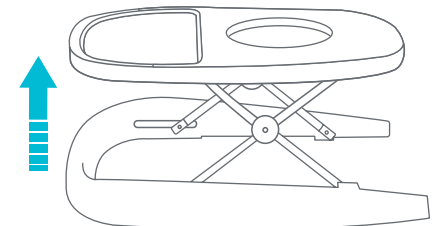

Fig. 1a
- 1 • Para abrir el andador, y levante la bandeja y ubique la palanca debajo de la bandeja (Fig. 1a).